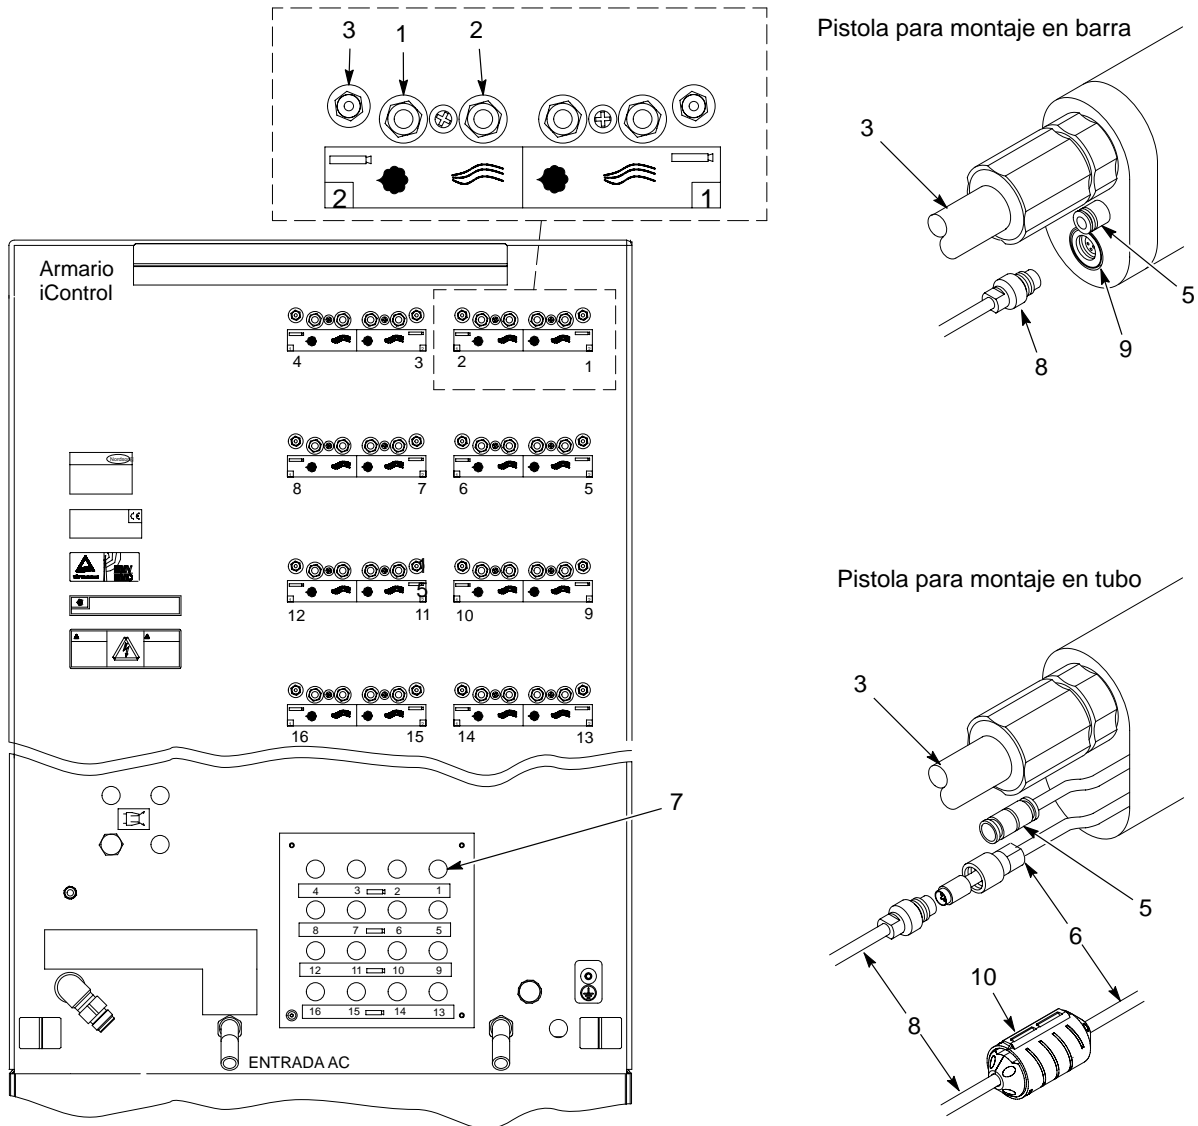

Figura 3-5 Instalación del cable de pistola y del tubo de aire
1. Ver la figura 3-5. Conectar un tubo de aire de pistola, transparente, de 4 mm y con una longitud adecuada desde el conector de aire de pistola (5) en la pistola de aplicación hasta el conector de aire de pistola (3) en la unidad de control.
2. Conectar el extremo de ocho terminales del cable de la pistola al tomacorriente de pistola apropiado (7) en la unidad de control.